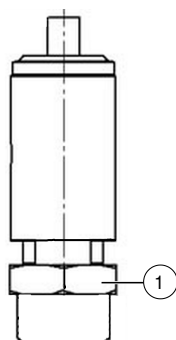
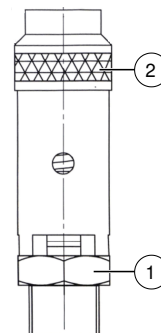

Abb. 19: Sicherheitsventil 1/4"-Anschluss
Abb. 20: Sicherheitsventil 1/2"-Anschluss
2. Öffnen Sie für wenige Sekunden das Sicherheitsventil durch Drehen der Rändelmutter (Abb. 20 auf Seite 36) gegen den Uhrzeigersinn. Während dieses Vorgangs öffnet sich der Verschluss des Sicherheitsventils, wodurch Luft entweichen muss.
1. Setzen Sie an der Schlüssel­fläche einen Gabelschlüssel an (Abb. 19 und Abb. 20 auf Seite 36) und schrauben Sie das Sicherheitsventil gegen den Uhrzeigersinn heraus.